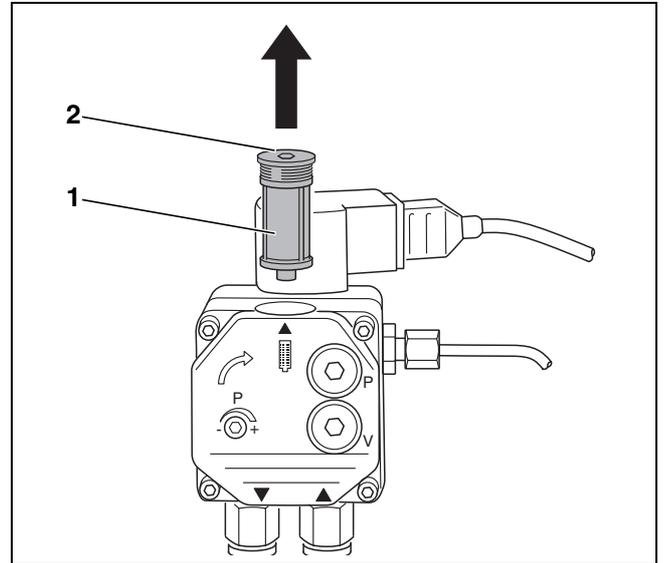

Bild 24 Ölpumpenfilter prüfen – Ölpumpe Danfoss
- ▶ Die Innensechskantschraube an der Oberseite (→ Bild 24, [2]) lösen.
- ▶ Ölpumpenfilter (→ Bild 24, [1]) nach oben herausziehen.
- ▶ Ölpumpenfilter (→ Bild 24, [1]) mit Waschbenzin reinigen, ggf. austauschen und wieder in die Ölpumpe einbauen.